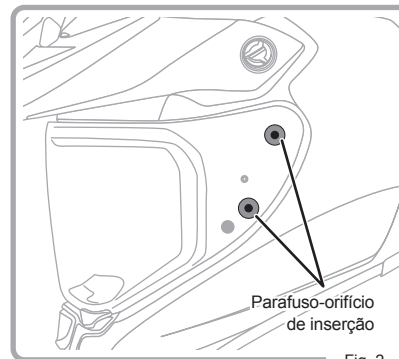

Fig. 2
2. Alinhar os orifícios do mecanismo da viseira com os orifícios do capacete. (Fig. 2)